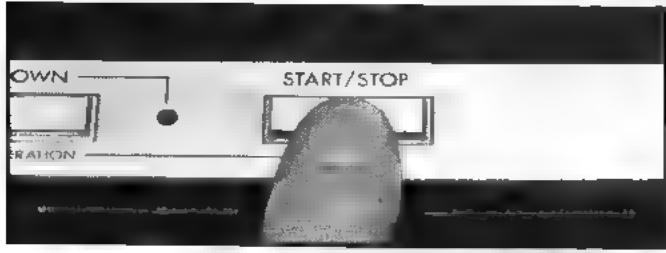

Fig. 24 Abb. 24
5. Press the START/STOP switch gently, the turntable starts to rotate, (upon reaching optimum rpm, the QUARTZ LOCK indicator lights) the tonearm will automatically lead-in and start to play. (Fig. 24)
5. Drücken Sie den Start/Stop-Schalter (START/STOP), der Plattenteller beginnt sich dann zu drehen. (Beim Erreichen der optimalen Umdrehungsgeschwindigkeit leuchtet die Anzeige für Quartzverriegelung (QUARTZ LOCK) auf.) Der Tonarm senkt sich automatisch in die Einlauftrille und beginnt mit der Wiedergabe. (Abb. 24)
5. Enfoncer doucement le commutateur START/STOP, le plateau commencera à tourner, (lorsque le plateau atteindra sa vitesse optimum de rotation, l'indicateur QUATZ LOCK s'allumera) le bras de lecture se mettra en place et la lecture commencera. (Fig. 24)